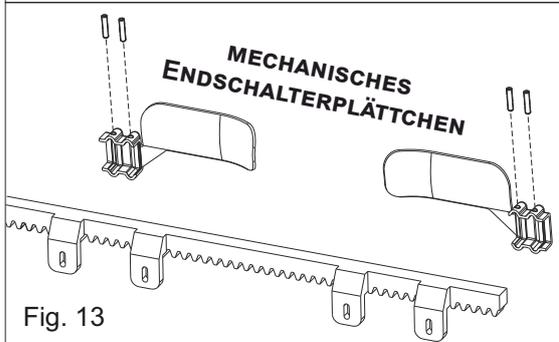
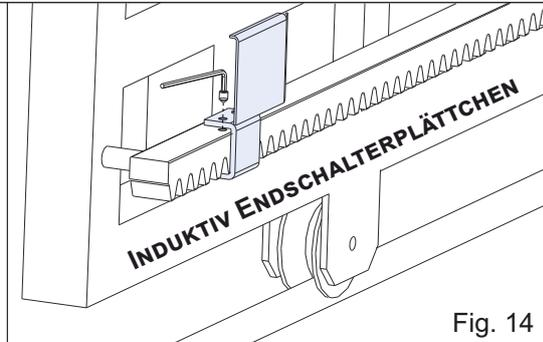
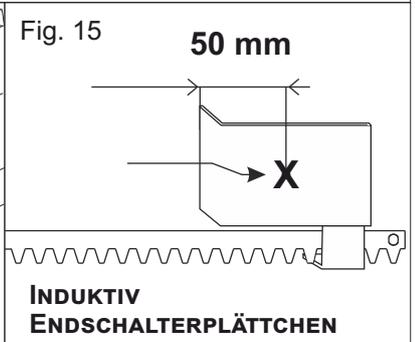

Fig. 13
Fig. 14
Fig. 15
- **MECHANISCHER ENDSCHALTER:** Bringen Sie das Plättchen (Abb.13) auf die gewünschte Endschalterposition (Abb.14) auf der Zahnstange. Befestigen Sie das Plättchen mit den mitgelieferten Schrauben an der Zahnstange
- **INDUKTIVER ENDSCHALTER:** Bringen Sie das Plättchen (Abb.14) auf die gewünschte Endschalterposition auf der Zahnstange. Befestigen Sie das Plättchen mit den mitgelieferten Schrauben an der Zahnstange. Bringen Sie das Öffnungsblech des induktiven Endschalters (angezeigt durch einen Pfeil auf dem Endschalter) auf den Punkt «X» auf dem Plättchen (50 mm von der geknickten Seite - Abb.15)
- **MECHANISCHER ENDSCHALTER:** Bringen Sie das Plättchen (Abb.13) in die gewünschte Endschalterposition auf der Zahnstange. Befestigen Sie das Plättchen mit den mitgelieferten Schrauben an der Zahnstange
- **INDUKTIVER ENDSCHALTER:** Bringen Sie das Plättchen (Abb.14) auf die gewünschte Endschalterposition (Abb.14) auf der Zahnstange. Befestigen Sie das Plättchen mit den mitgelieferten Schrauben an der Zahnstange. Bringen Sie das Öffnungsblech des induktiven Endschalters (angezeigt durch einen Pfeil auf dem Endschalter) auf den Punkt «X» auf dem Plättchen (50 mm von der geknickten Seite - Abb.15)